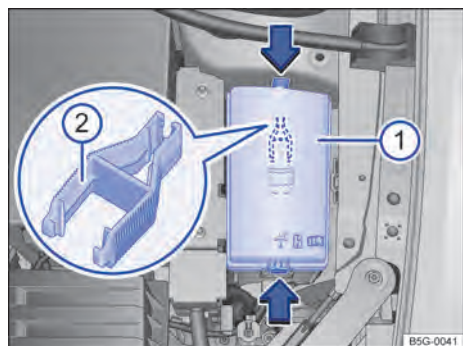

Fig. 173 No compartimento do motor: cobertura ① da caixa de fusíveis com pinça de plástico ②.
No lado interno da cobertura da caixa de fusíveis no compartimento do motor pode haver uma pinça de plástico → Fig. 173 ② para a retirada dos fusíveis.
- Pressionar as travas no sentido da seta → Fig. 173 ①, para destravar a cobertura da caixa de fusíveis.